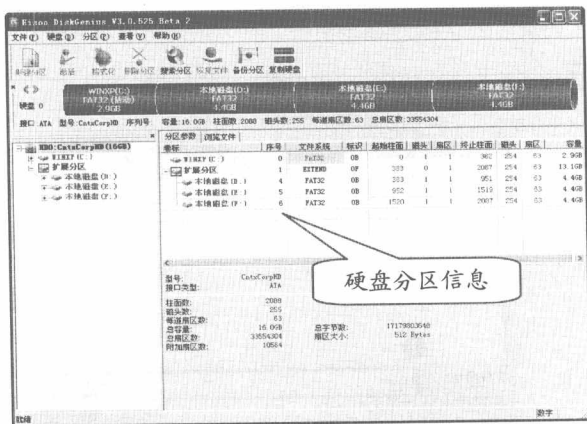

图 7-8 硬盘分区信息
步骤① 启动 Disk Genius 程序，运行后程序将自动读取硬盘的分区信息，并在屏幕上以图表的形式显示，如图 7-8 所示。